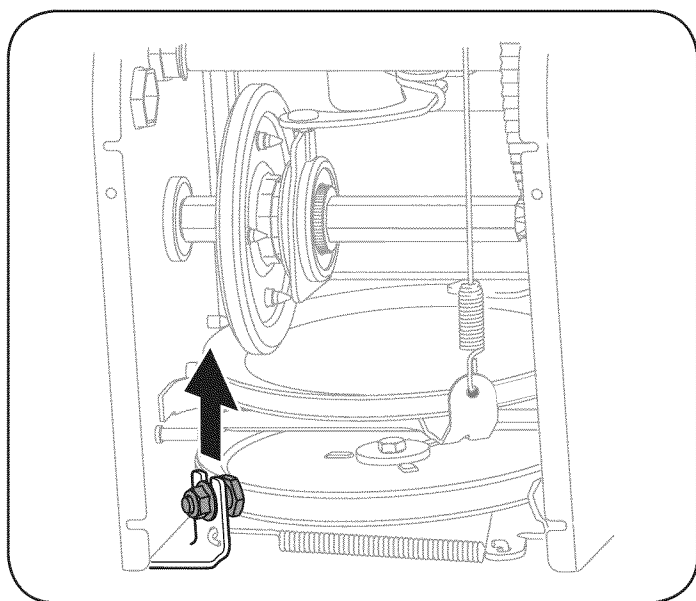
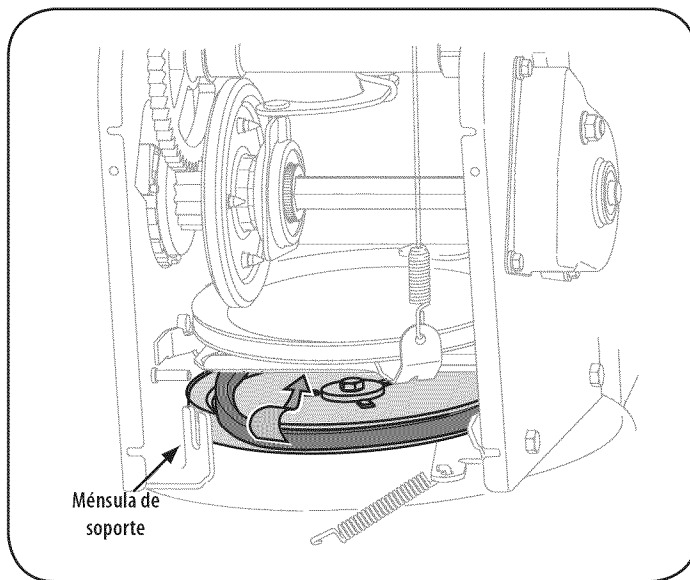

Figura 33
Figura 34
7. Afloje y retire el tornillo con reborde que actúa como guarda de la correa. Vea la Figura 33.
8. Retire la correa de alrededor de la polea de la barrena y deslice la misma entre la ménsula de soporte y la polea de la barrena. Vea la Figura 34.
NOTA: NO olvide volver a instalar el tornillo con reborde y volver a conectar el resorte al marco tras instalar una correa de la barrena de repuesto. Vea la Figura 33 y Figura 34.